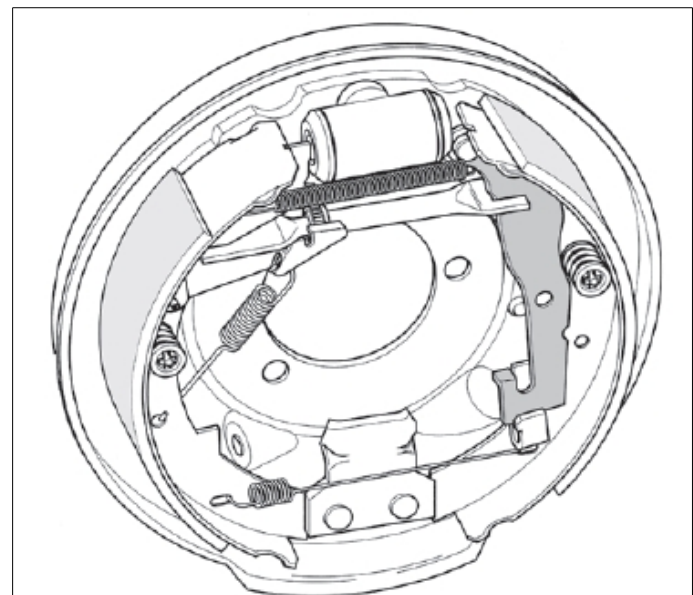

Fig. 2
- **Tipo 2:** Palanca del freno a mano in posizione di sterzone, con comando aperto per il cavo del freno a mano (Fig. 2)
### MONTAGGIO tipo 2 (Fig. 2)